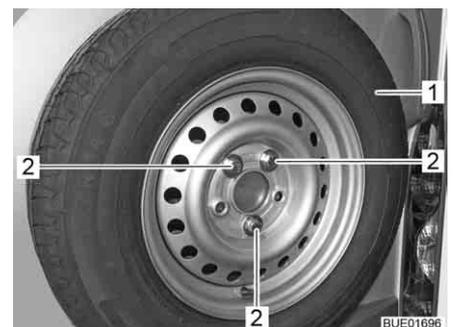

Fig. 233 Fijación de la rueda de repuesto
- Desenroscar los tornillos de sujeción (Fig. 233,2).
- Quitar la rueda de repuesto (Fig. 233,1).